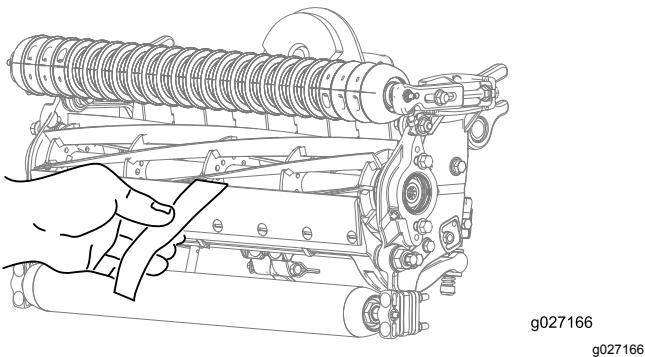

Рисунок 7
2. Проверьте характеристики скашивания, вставив длинную полоску специальной бумаги для проверки качества среза (№125-5610 по каталогу Toro) между барабаном и неподвижным ножом, перпендикулярно неподвижному ножу (Рисунок 7). Медленно проверните барабан вперед. При этом бумага должна разрезаться.